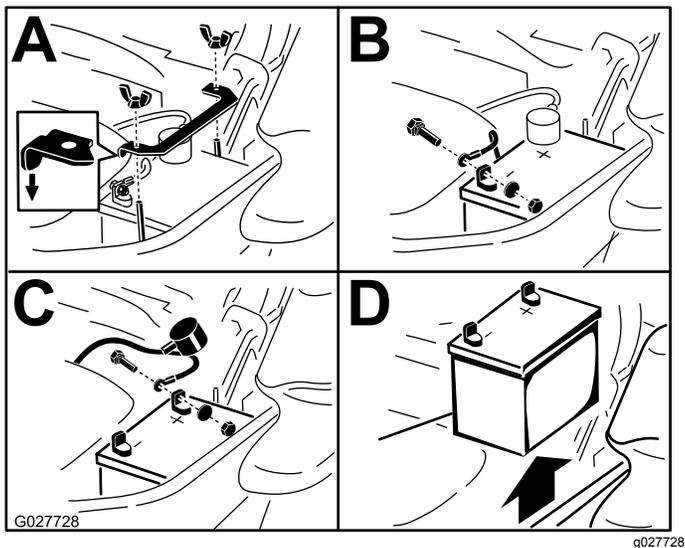

Figure 60
- Retirez la batterie, comme montré à la Figure 60.
Remarque: Placez la batterie dans son support en tournant les bornes à l'opposé du réservoir hydraulique (Figure 60).